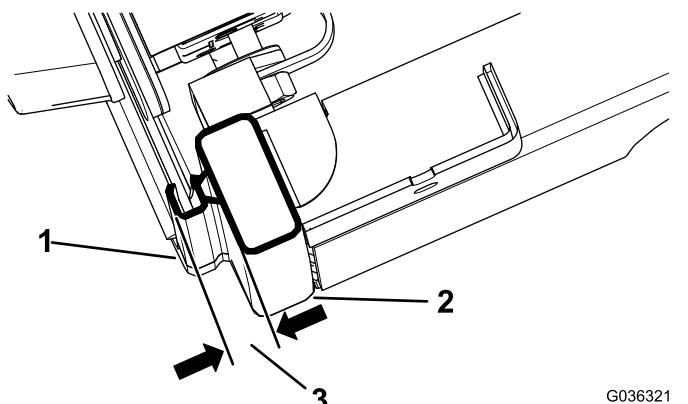

Figura 5
- Feche a porta completamente e meça a altura entre o vedante hermético e a superfície do vedante na travessa da cabina e certifique-se de que a medição é de 1,9 a 2,2 cm, como se mostra na Figura 5.